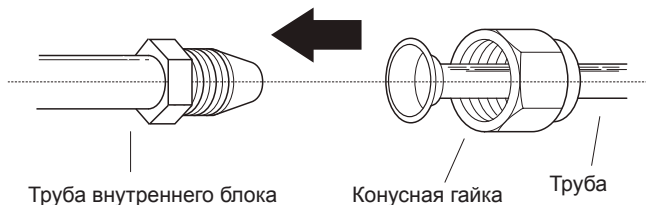

Рис. 5.7
1. Совместите центральные оси двух соединяемых труб (см. рис. 5.7).